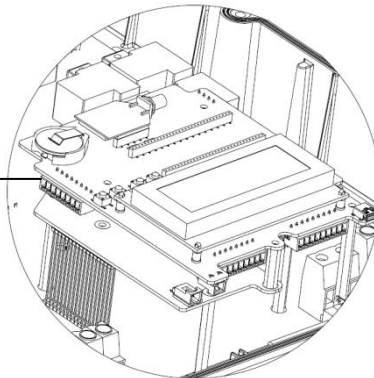

Abbildung 35 – PRI-Eingang
- Schließen Sie den FRSE2 direkt an die Kommunikationsplatine des SolarEdge Wechselrichters mithilfe des Steckers für die Schnittstelle zur Leistungsreduzierung (PRI) an. Abbildung 35 zeigt die Position des Anschlusses. Der Stecker ist eine 8-polige Klemmleiste.
- 1 Schließen Sie den FRSE1 direkt an die Kommunikationsplatine des SolarEdge-Wechselrichters mithilfe des Steckers für die Schnittstelle zur Leistungsreduzierung (PRI) an. Abbildung 35 zeigt die Position des Anschlusses. Der Stecker ist eine 8-polige Klemmleiste.